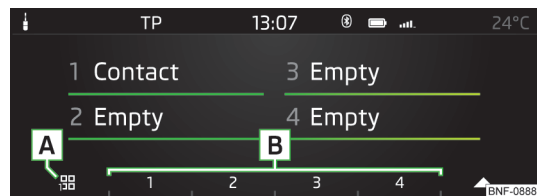

Fig. 115
► Tryk på funktionsknappen **A** » Fig. 115 flere gange efter hinanden for at vælge den ønskede gruppe.
► Tryk på funktionsknappen til den ønskede kontakt **B** » Fig. 115 for at ringe op.